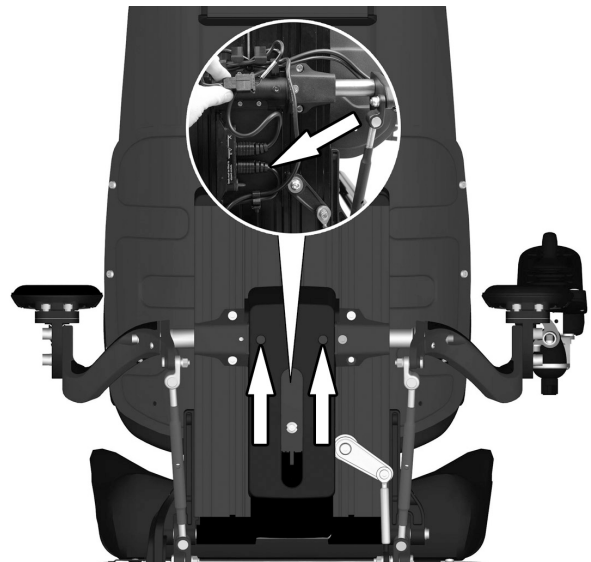

Abbildung 75. Der Kontaktblock sitzt unter der Abdeckung, die mit zwei Schrauben befestigt ist.
7. Abdeckung auf der Rückseite der Rückenlehne abmontieren. Sie ist mit zwei Schrauben befestigt. R-Net-Kabel entfernen, das das ICS Master Modul am Kontaktblock an der Rückenlehne anschließt. Siehe Abbildung. 75. Kabel von den Leitungshaltern am Sitzrahmen demontieren. Für spätere Montage beachten, wie das Kabel montiert ist.